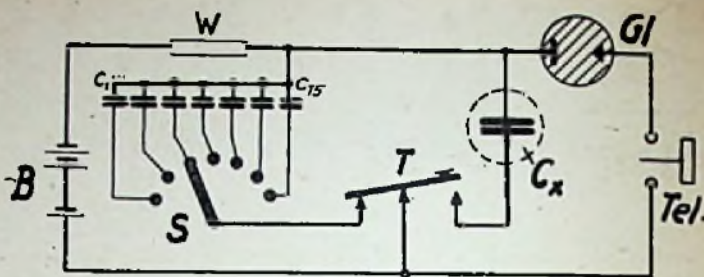

Abb. 5. Schaltschema des Prüfgerätes für die Kapazitätsbestimmung unter Verwendung einer Glühlampe Zeichnungen: Nass (5)
Die Schaltskizze Abbildung 5 zeigt das Schema, bei dem — ähnlich wie bei der Widerstandsbestimmung — einmal durch einen Schalter (T), der in diesem Falle als Morsetaste ausgebildet ist, ein durch einen Schalter S wahlweise anschaltbarer Kondensator bekannter Größe ( $C_1 \dots C_{15}$ ) oder der gesuchte Kondensator ( $C_x$ ) eingeschaltet werden kann.